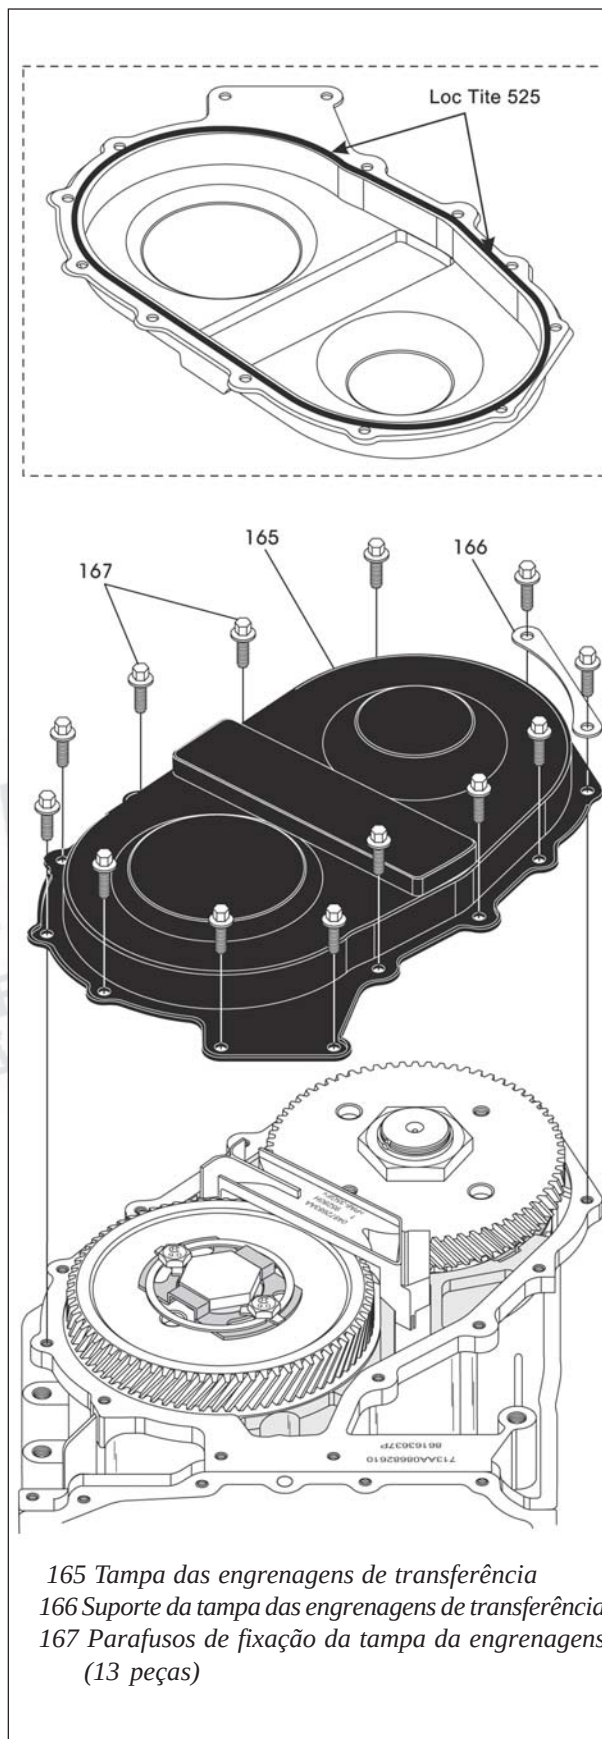

Figura 241
21. Instale um filete de junta líquida Loc Tite® 525 ou equivalente, na tampa das engrenagens de transferência, conforme mostra a figura 241.
22. Instale a tampa das engrenagens de transferência na carcaça, conforme mostra a figura 241.
23. Instale os treze parafusos de fixação da tampa das engrenagens de transferência e do suporte (166) conforme mostra a figura 241.